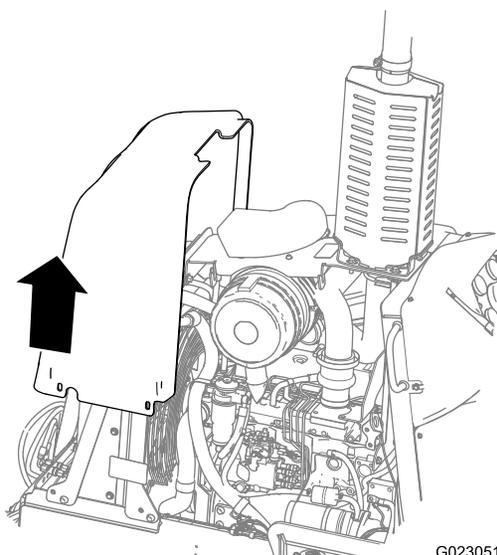

Figure 40
- Soulevez le panneau avant et déposez-le de la machine (Figure 40).
- Abaissez le panneau avant sur la machine (Figure 40).